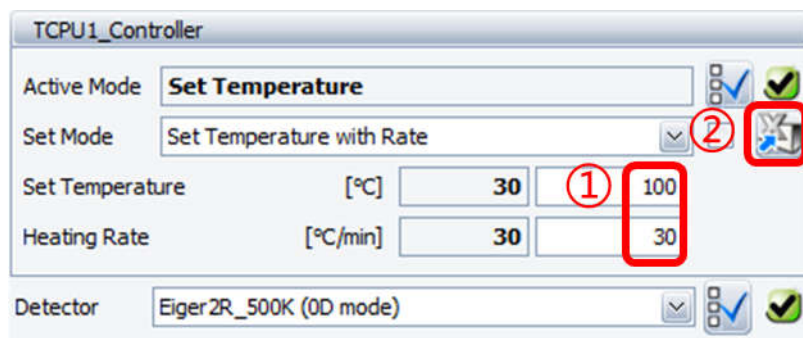

图 6-21 设置测试温度和升温速率
6.5.5.2 设置测试温度（图 6-21），待温度稳定后测试变温数据。